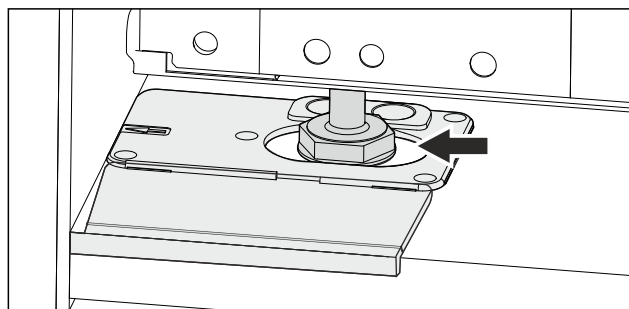

Fig. 45
- Aligner l'appareil à l'aide des pieds réglables. Fig. 45 ()